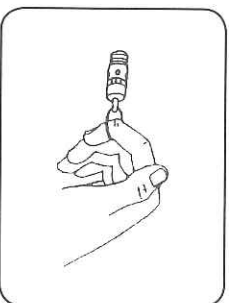

FIGURA 8.2
11. Verifique el funcionamiento del purgador manual o automático (Figura 8.2) (ajuste de los botones de tiempo en el purgador o ajuste de los parámetros P100 y P101, conforme la versión del producto).
- B. Verifique el funcionamiento de la válvula de seguridad (Figura 8.2).